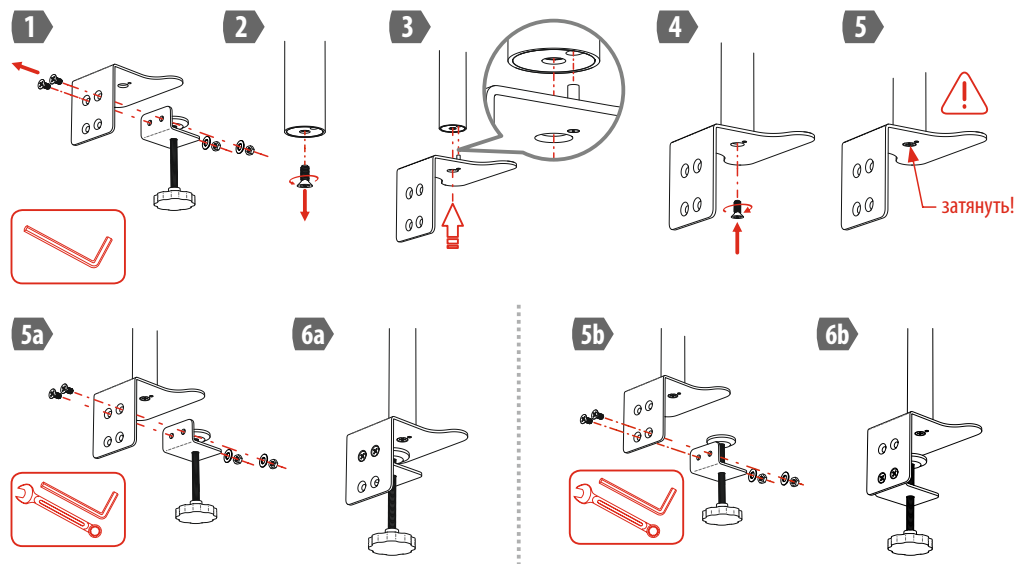

Рисунок 1. Сборка основания кронштейна. Вариант «а» для столешниц до 25 мм, вариант «б» для столешниц до 50мм
4.2 Отсоедините верхнюю часть опоры, выкрутите винт на стойке. Соберите опору и стойку кронштейна как показано на рис. 1. Протягивайте винты до упора. При сборке учитывайте толщину столешницы.